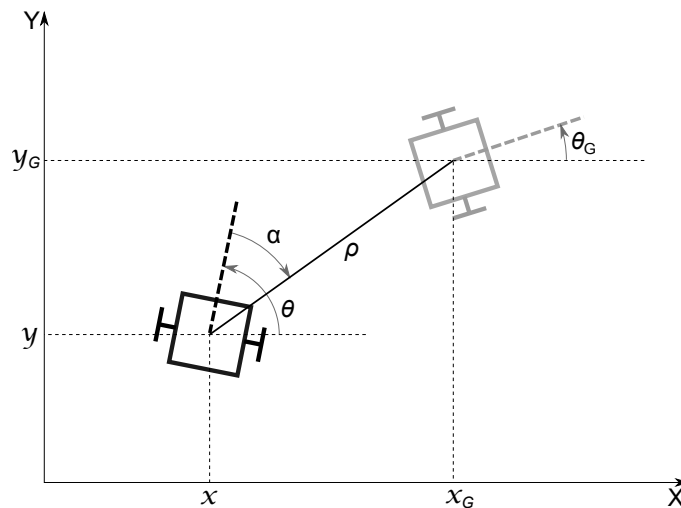

FIGURE 1 – Contrôle d'un unicycle vers une pose.
Dans ce premier exercice, vous devez écrire un contrôleur PID qui guide un unicycle vers une **pose fixée** (Figure 1). Le modèle unicycle a **une vitesse de translation limitée** ($\|v\| < 1m.s^{-1}$) et une vitesse de rotation **limitée** ($\|\omega\| < \pi rad.s^{-1}$). De plus l'accélération est elle aussi limitée ($\|\frac{dv}{dt}\| < 10m.s^{-2}$ et $\|\frac{d\omega}{dt}\| < 10rad.s^{-2}$).
- Loin du but ($\rho > 0.05$), le contrôleur utilisera les variables ρ et α illustrée dans la figure 1 pour calculer les vitesses de translation et de rotation :